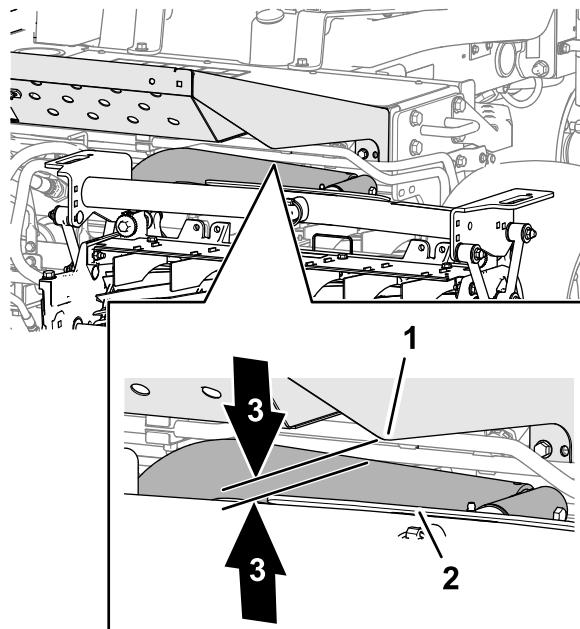

图 26
3. 在前滚刀组处分别测量左右提升臂和底板支架之间的距离 图 26。